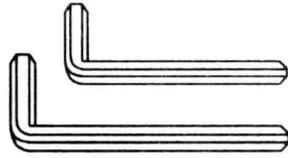

图 1-16 内六角扳手
c. 内六角扳手。如图 1-16 所示，内六角扳手用于旋紧内六角螺钉，其规格用六边形对边间距的尺寸表示，可旋紧 M3 ~ M24 的内六角螺钉。